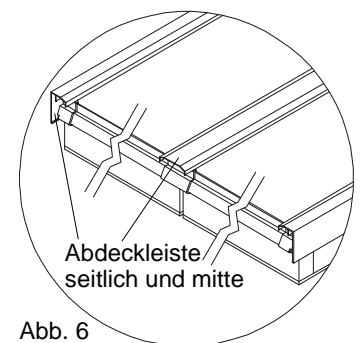
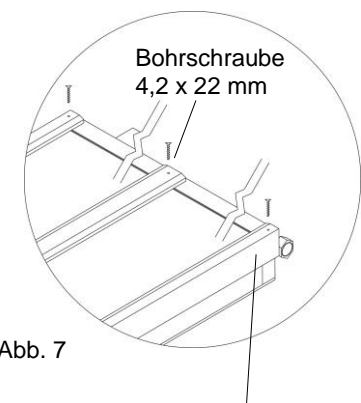

Abb. 6
Abb. 7
15. Dann erst werden die mittleren Abdeckleisten mit dem vorgebohrten Loch an der Kollektoroberseite aufgeklipst (Abb. 6 und Abb. 7). Die Verklipsung erfolgt von oben beginnend, mittels Gummihammer, bis zum vollständigen Einrasten. **ACHTUNG! Die zwei seitlichen Abdeckleisten werden erst nach der Montage der seitlichen Blecheinfassung montiert!**
16. Mit den Bohrschrauben 4,2 x 22 mm werden die Abdeckleisten am Kollektor durch das vorgebohrte Loch an der Kollektoroberseite angeschraubt (Abb. 7).